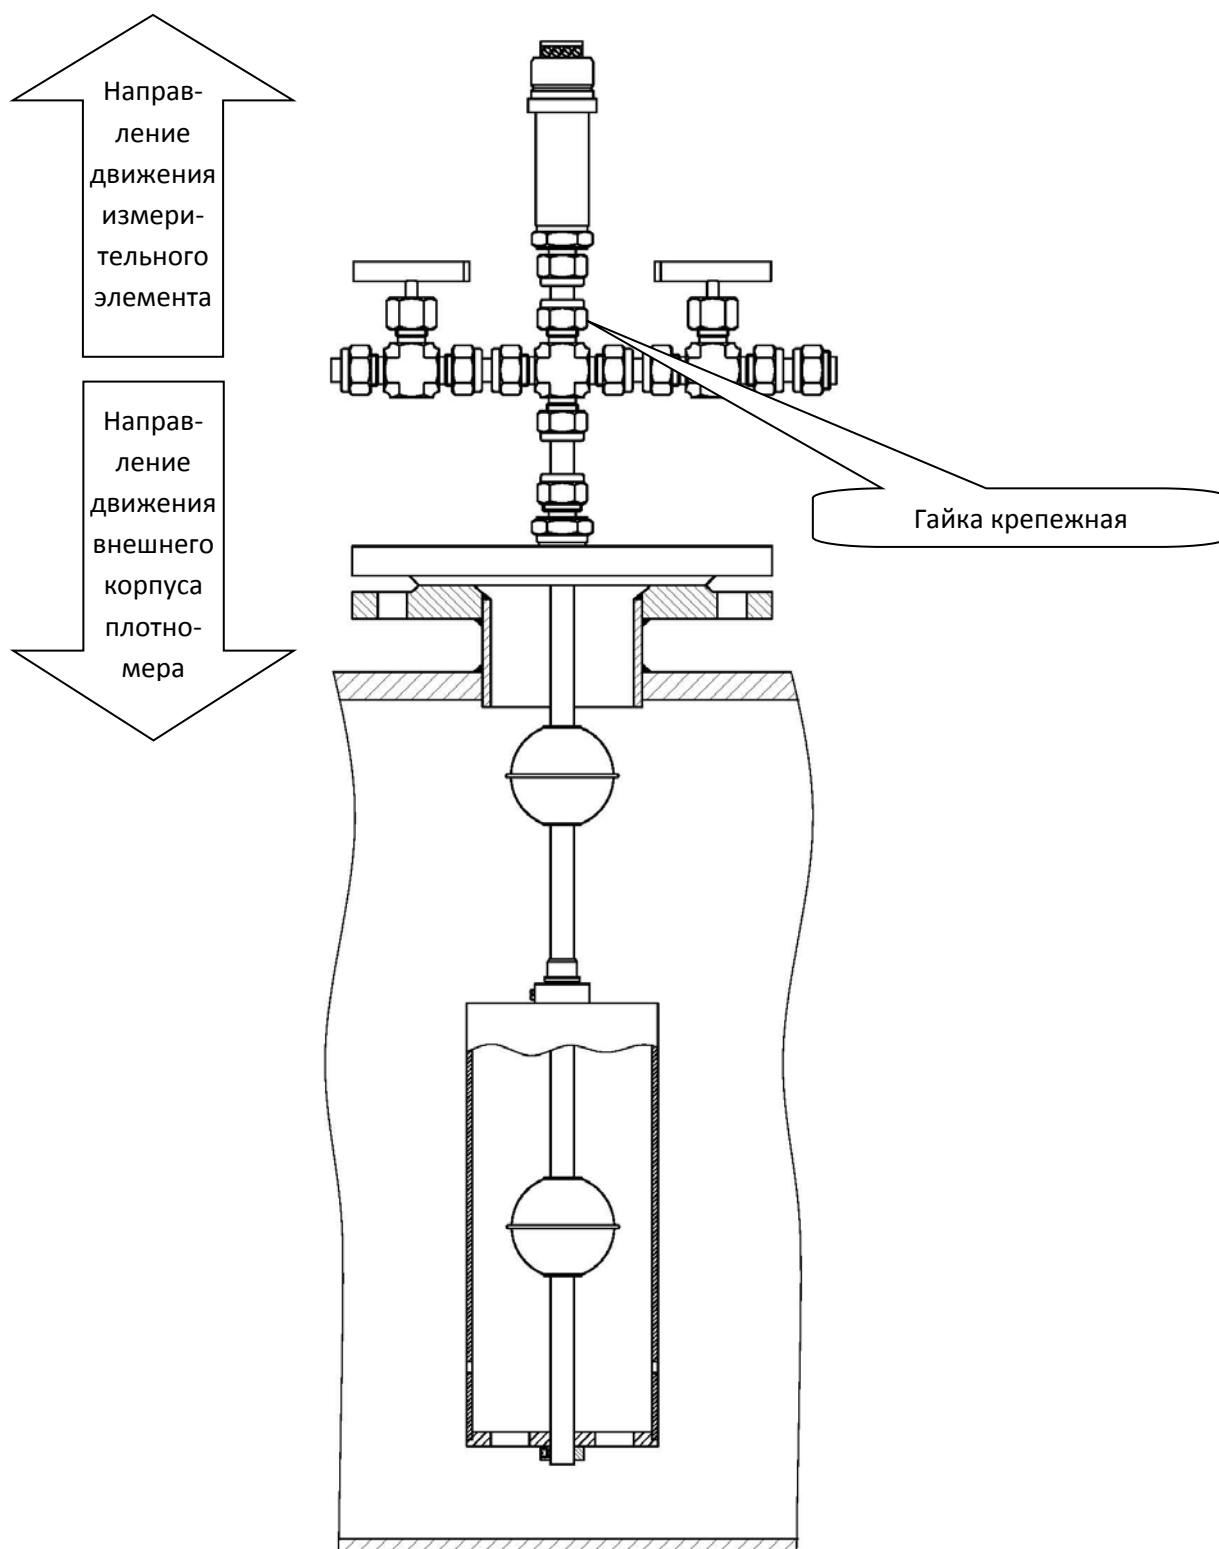

Рисунок 27 – Отсоединение измерительного элемента от внешнего корпуса
6) отсоедините измерительный элемент от внешнего корпуса, направляя движения, как показано на рис. 27;